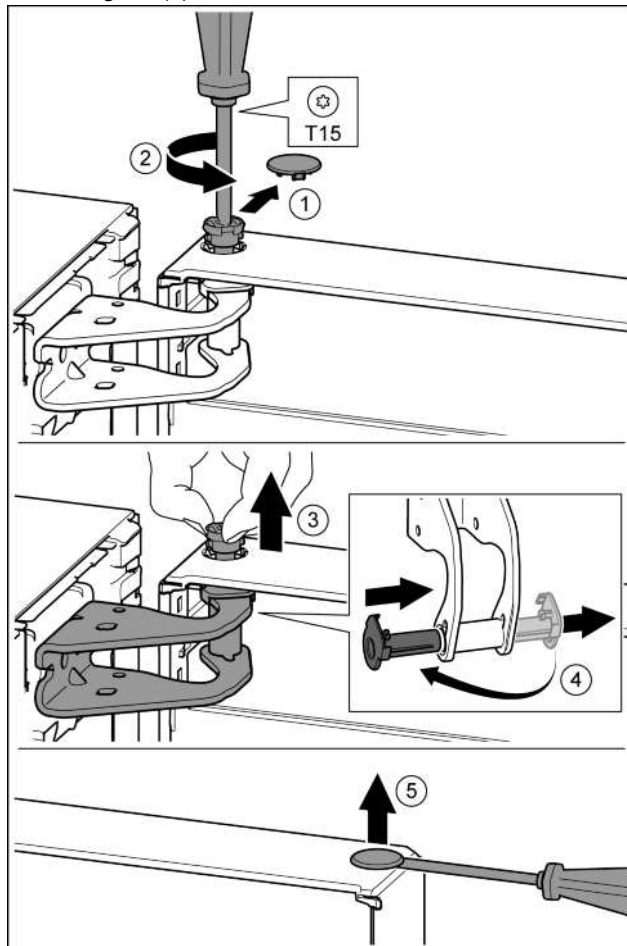

Fig. 11
- ▶ Óvatosan húzza le a biztonsági fedelet. Fig. 11 (1)
- ▶ A csapot a T15 csavarhúzóval kicsit tekerje ki. Fig. 11 (2)
- ▶ Tartsa meg az ajtót, és a csapszeget az ujjaiával húzza ki. Fig. 11 (3)
- ▶ Húzza ki a csapágyperselyt a vezetősinből. A másik oldalra helyezze és pattintsa be. Fig. 11 (4)
- ▶ A dugót egy hornyoltfejú csavarhúzóval óvatosan emelje ki az ajtó csapágyperselyből, és húzza ki. Fig. 11 (5)